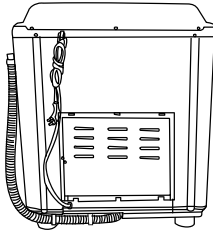

Figura 5
5. Cuelgue la manguera de desagüe dentro del agujero para colgarla que se encuentra del lado de la tina de centrifugado, como lo muestra la figura 5.